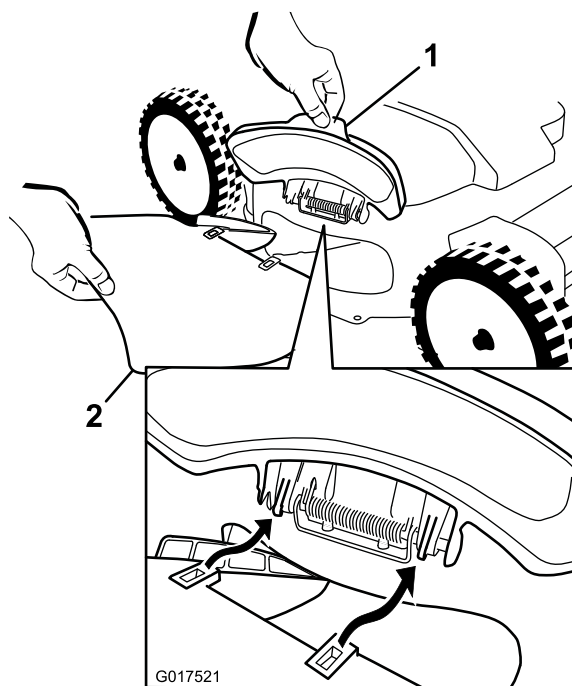
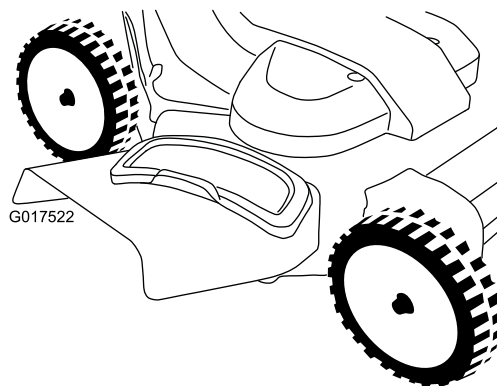

Figure 27
Figure 28
- Soulevez et ouvrez le volet d'éjection latérale (Figure 27).
- Montez la goulotte d'éjection latérale comme montré à la Figure 27 et la Figure 28, puis fermez le volet sur la goulotte.